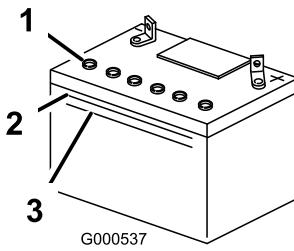

Figure 42
- Observez le côté de la batterie. Le niveau de l'électrolyte doit atteindre le trait supérieur (Figure 42). Le niveau d'électrolyte ne doit pas descendre au-dessous du trait inférieur (Figure 42).
- Enlevez les bouchons d'aération de la batterie (Figure 42)
- Versez de l'eau distillée avec précaution dans chaque élément jusqu'au repère supérieur (Figure 42) sur le côté de la batterie.
- Attendez cinq à dix minutes après avoir rempli les éléments. Au besoin, ajoutez de l'eau distillée pour amener le niveau jusqu'au repère supérieur sur le côté de la batterie (Figure 42).